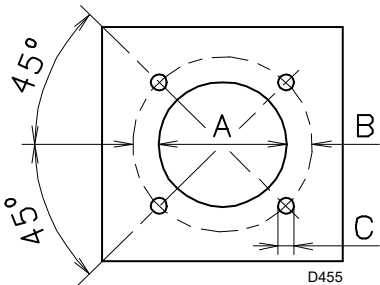

Fig. 14
Perforar la placa de cierre de la cámara de combustión como indica la Fig. 14 (Tab. J). La posición de los orificios roscados puede trazarse utilizando la junta aislante suministrada con el quemador.
- Introducir todo el quemador en el orificio de la caldera, preparado anteriormente (Fig. 14), y fijar con los tornillos suministrados.